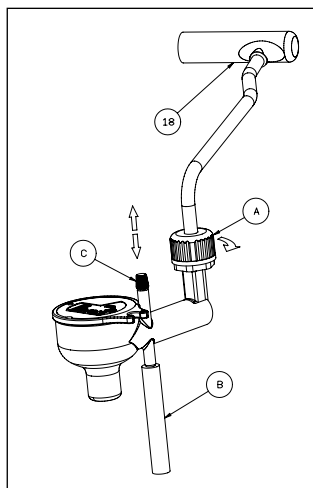

FIG 2
- accertarsi che il volantino (4) del rubinetto vapore sia chiuso, (foto B);
- ruotare il tubo vapore (12) in senso orario fino alla posizione di fermo e sfilare dalla propria sede il tubo vapore, tirandolo verso destra, (foto N) - inserire il Cappuccino Automatic sulla lancia vapore (18) spingendo verso l'alto fino a quando la lancia appoggia al raccordo, ed avvitare la ghiera in senso orario (Fig.2);
- infilare nella propria sede il dispositivo con il Cappuccino Automatic (17) spingendolo verso sinistra, (foto 2). Ruotare il dispositivo con il Cappuccino Automatic (17) in senso antiorario fino alla posizione di fermo.
È possibile regolare la schiuma del latte agendo sullo spinotto (C) (fig. 2), del Cappuccino Automatic per avere la consistenza della crema desiderata. Per una crema con maggior volume,